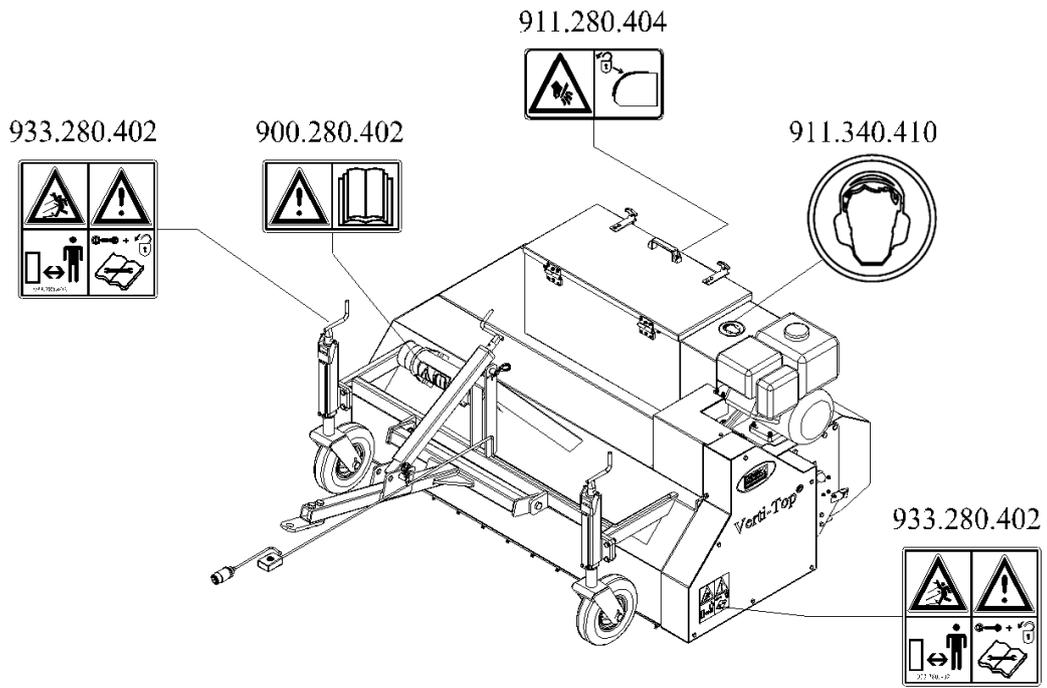

Fig. 5
A ambos lados del Verti-Top (Fig. 5) hay etiquetas de seguridad (Fig. 2,3,4) con un significado similar. Estas etiquetas de seguridad siempre deben ser claramente visibles y legibles y deben reemplazarse si están dañadas.
(7) Colocación de etiquetas de seguridad. (Fig. 5)